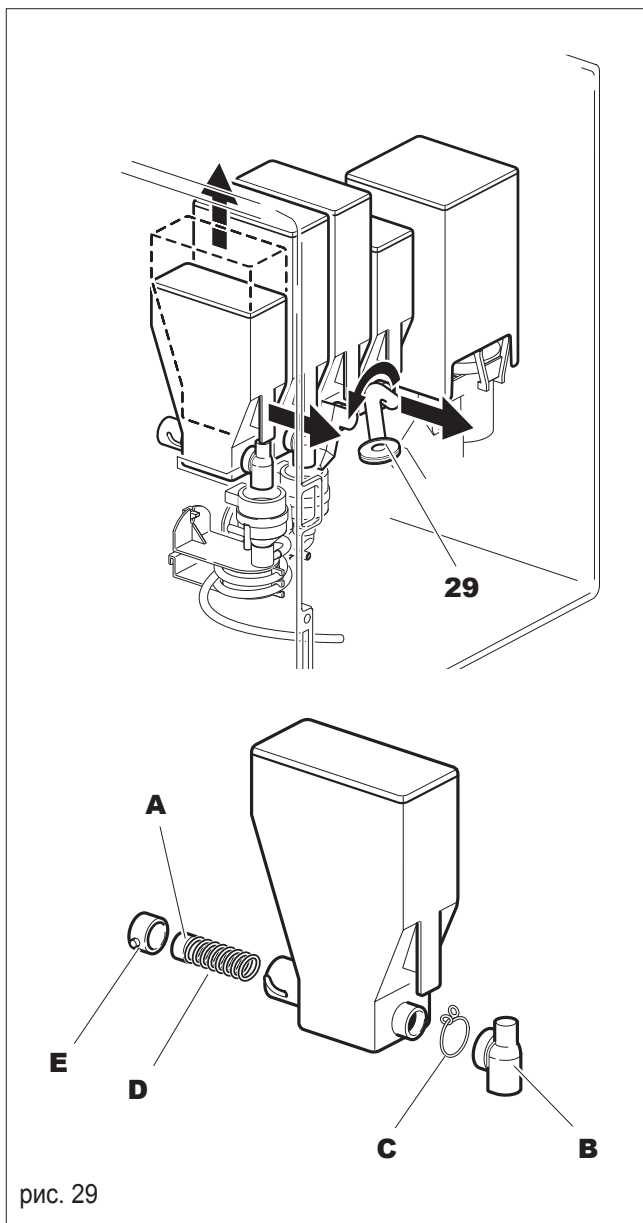

рис. 29
- Снимите контейнеры сместа, немного приподняв их с места (рис. 29).
Контейнеры снабжены резиновыми и пластиковыми носиками (В, рис. 29). Отделив их от контейнера, путем ослабления зажима (С, рис. 29), вытащите пластиковую втулку (Е, рис. 29), расположенную сзади контейнера. После этого можно вытащить пластиковый штифт (А, рис. 29), на котором укреплена пружина (D, рис. 29).